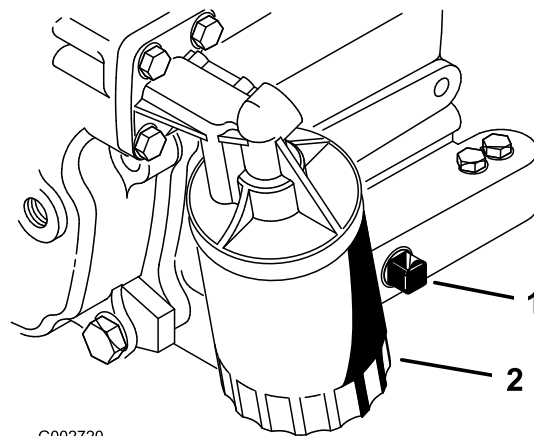

图 27
2. 拆下排油塞图 27 让油流入放油盘。油不再流时安装排油塞。
3. 拆下机油滤芯图 27。